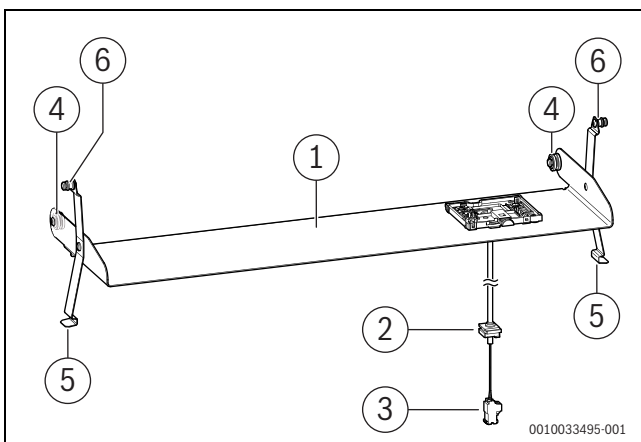

Bild 117 Zubehör CS 36
Um die Bedieneinheit CW 400 im Gerät einzusetzen, ist die Montage eines Einschubs (Zubehör CS 36) notwendig (→ Bild 117, [1]).
- ▶ Rollen (→ Bild 117, [4]) des Einschubs in die Seitenteile der Speicherverkleidung einhängen.
- ▶ Mit Hilfe der Haltefedern (→ Bild 117, [5]) in der horizontalen Position fixieren.
- ▶ Zapfen (→ Bild 117, [6]) auf beiden Seiten des Einschubs in das Vorderteil der Speicherverkleidung einhängen und sichern.